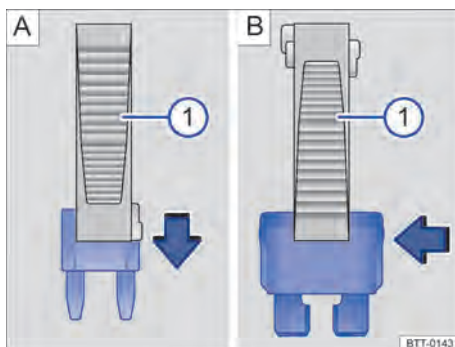

Fig. 175 Remover ou instalar um fusível com a garra da pinça de plástico ①.
⇒ Fig. 175 ① da cobertura da caixa de fusíveis.
- Em caso de *fusíveis pequenos*, encaixar a garra ⇒ Fig. 175 ① por cima ⇒ Fig. 175 A.
- Em caso de *fusíveis maiores*, empurrar a garra ⇒ Fig. 175 ① lateralmente sobre o fusível ⇒ Fig. 175 B.
- Caso o fusível esteja queimado, substituir o fusível por um novo da *mesma* intensidade de corrente (mesma cor e inscrição) e do *mesmo* tamanho ⇒ ①.